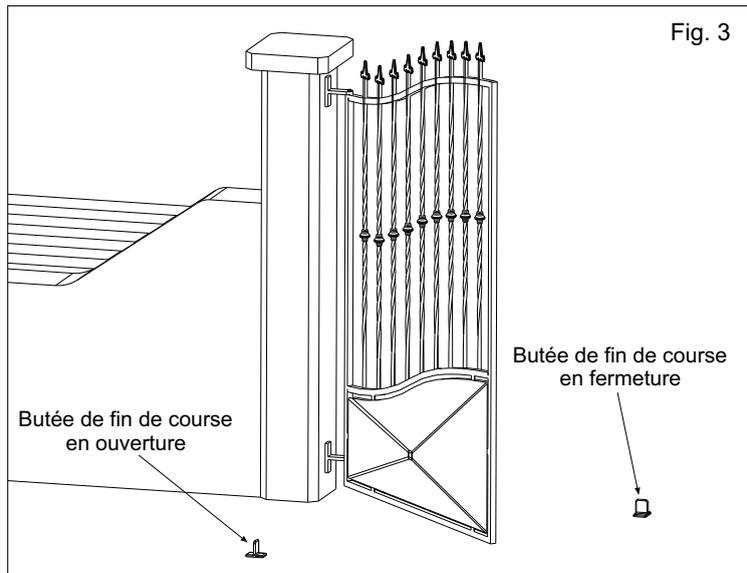

Fig. 3
- E.** S'il n'y a pas de fins de course dans l'opérateur, il faut installer des arrêts mécaniques de fin de course au sol en fermeture et en ouverture (Fig.3).